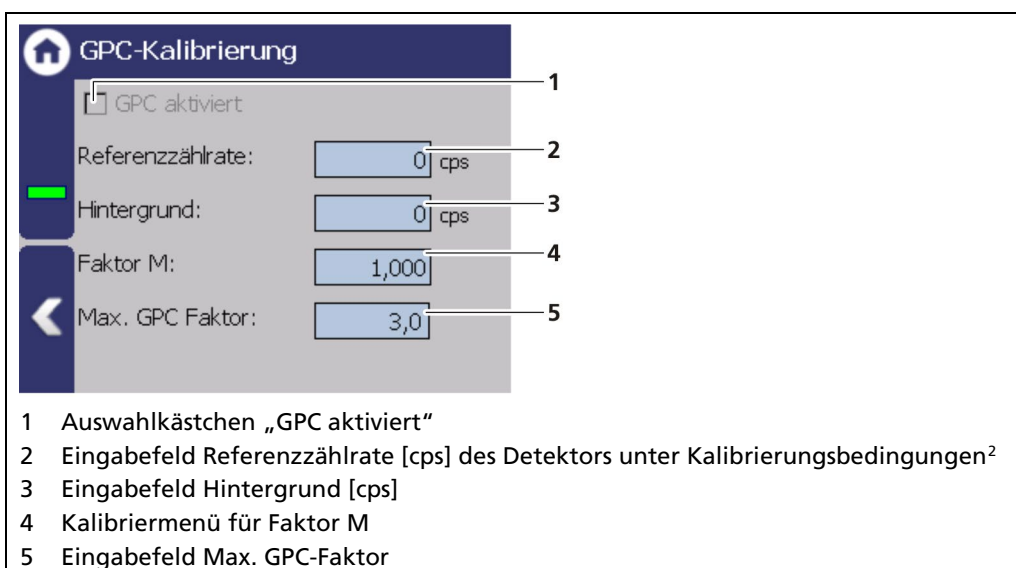

Abb. 93 GPC Kalibrierung
Die „GPC-Kalibrierung“ dient zur Anpassung der Messempfindlichkeit des Gasdichte-Detektors an die des Füllstanddetektors. Das Auswahlkästchen „GPC aktiviert“ (Abb. 93, Pos.1) kann nur ausgewählt werden, wenn ein Detektor für die Gasdichtemessung konfiguriert ist und für „PV“ die Einheit % ausgewählt ist.
Die Referenzzählrate der angeschlossenen Dichtemessung, muss beim gleichen Druck aufgenommen werden, bei der die Füllstand-Kalibriertabelle aufgenommen wurde. Deshalb wird empfohlen die Referenzzählrate sofort nach der Aufnahme der Füllstand-Leerzählrate einzulesen. Hierzu muss auf das Eingabefeld für die Referenzzählrate (Abb. 93, Pos.2) geklickt werden, um die Referenzzählrate einzulesen.
1. Klicken Sie auf das Textfeld „Referenzzählrate“ (Abb. 93, Pos.3).
Die Hintergrund-Zählrate (Abb. 93, Pos.3) gibt die natürliche Hintergrundstrahlung des Gasdichte-Detektors an, wenn keine Strahlenquelle installiert ist. Diese Zählrate ist für die interne Zerfallskompensation erforderlich. Der Hintergrund muss aufgenommen werden, wenn der GPC-Detektor ein Stabdetektor ist, und er kann aufgenommen werden, wenn der GPC-Detektor ein Punktdetektor ist.
1. Klicken Sie auf das Textfeld „Hintergrund“ (Abb. 93, Pos.3).
Nachdem alle Werte im Fenster GPC-Kalibrierung eingegeben, bzw. berechnet wurden, kann mit dem Auswahlkästchen „GPC aktiviert“ (Abb. 93, Pos.1) die GPC-Funktion aktiviert werden.
Im Eingabefeld „Max. GPC-Faktor“ (Abb. 93, Pos. 5) wird der maximale Faktor angegeben, mit dem die Füllstandzählrate kompensiert werden darf. Der Default-Wert ist 3,0.